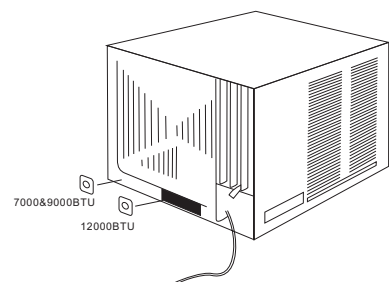

Abb. 13
1. Die beiden Verbindungsschrauben zwischen Gehäuse und Gerät heraus-schrauben (siehe Abb. 13).
6. Die beiden Montageplatten der Einheit einbauen (siehe Abb. 13).